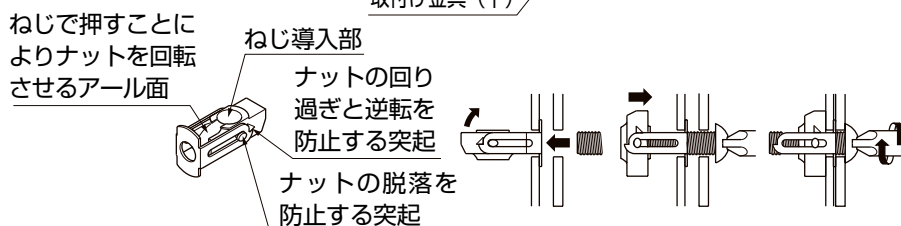

図3-7 ターンナット使用方法
- ターンナットを下穴に挿入し、軽く押込みながら締付けてください。(図3-7参照)